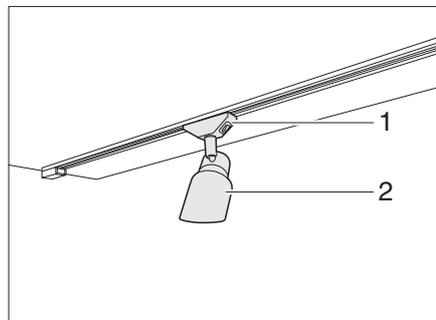

Bild 103 Spotleuchte (Beispiel)
- Halterung (Bild 103,1) fassen und um 45° drehen.
- Spotleuchte (Bild 103,2) aus Schienensystem entnehmen.
- Spotleuchte (Bild 103,2) an gewünschter Position in das Schienensystem einsetzen und um 45° drehen.